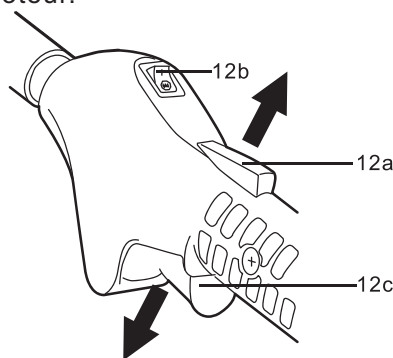

Fig.13
- > Relâchez la manette de blocage (12a) et l'accélérateur (12c), puis laissez l'appareil tourner à vide pendant 10 à 15 secondes (fig. 13).